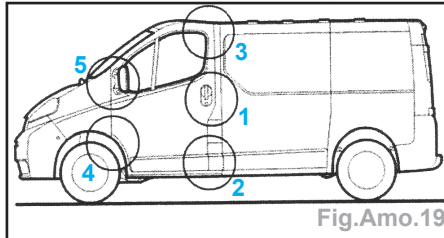

Fig.Amo.19
- Zone de réglage (Fig.Amo.19).